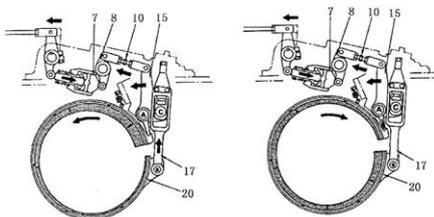

Рис. 5-40
Если внешний барабан муфты рулевого механизма вращается вперед (см Рис. 5-40А), то к педали тормоза применяется минимальное тормозное усилие, и расстояние между тормозной лентой и внешним барабаном сокращается до частичного соприкосновения деталей. В результате трения вершина тормозной ленты касается наконечника (13) и проталкивает палец А в канавку рычага (11). При повторном применении тормозной силы, рычаг (14), палец В и рычаг (11) будут двигаться по направлению стрелки. На данном этапе осуществляется удерживание внешнего барабана.
Если внешний барабан муфты вращается в обратную сторону (см. Рис. 5-40В), рычаг (14),
2. Принцип работы клапана усиления (Рис. 5-40)